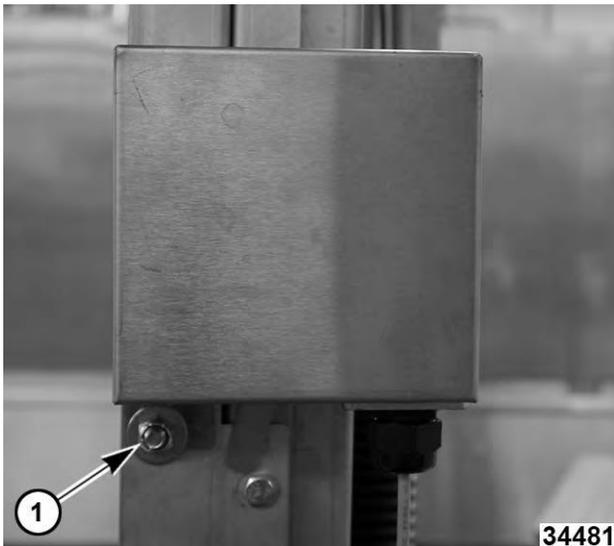

Fig. 76
1. Retire la tuerca de montaje de la tapa (1, Fig. 76) y la arandela del bloqueo de la puerta, ubicada en el riel de la puerta trasera.